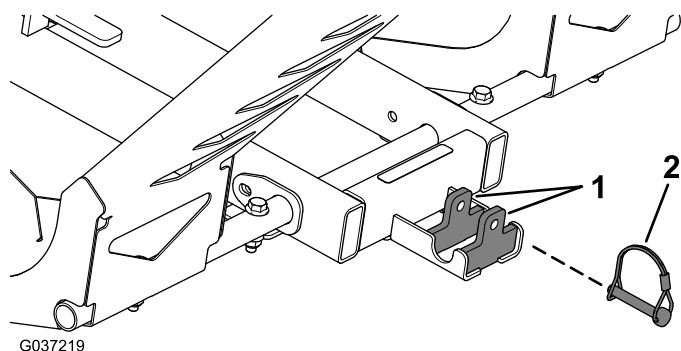

Figure 15
3. Alignez la béquille de l'épandeur entre les pattes de maintien de la béquille situées sur le cadre de support de l'épandeur (Figure 15).
4. Fixez l'épandeur à son cadre de support au moyen d'une goupille élastique (Figure 15).